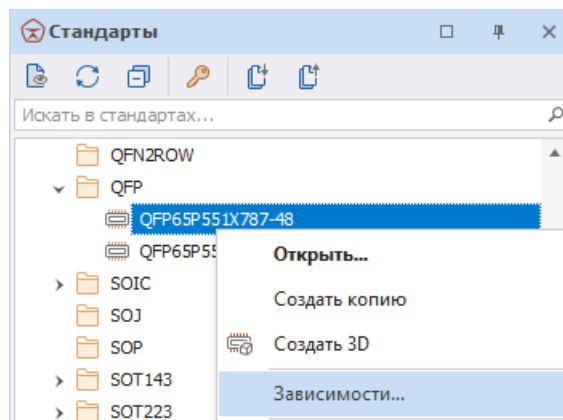

Рис. 90 Просмотр зависимостей выбранного корпуса
2. Вызовите контекстное меню и выберите пункт «Зависимости...», см. Рис. 90.